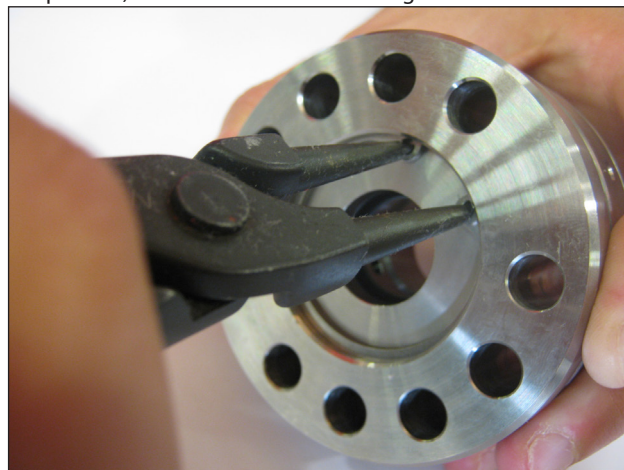
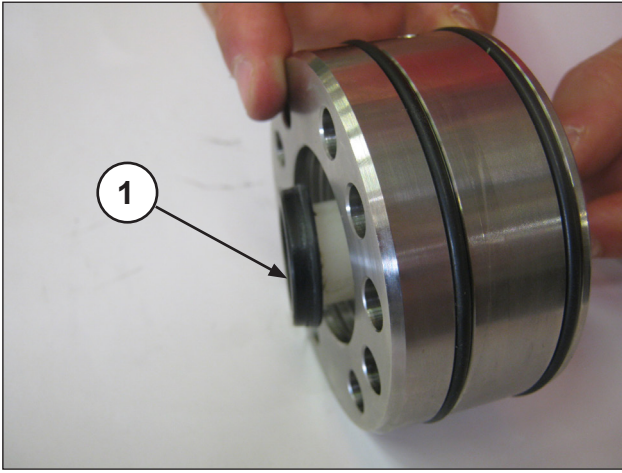

Fig. 126
Fig. 127
- Remova o anel elástico e o anel de retenção dos vedantes, conforme indicado na Fig. 126, e com um pino adequado em material plástico, extraia o vedante de LP (baixa pressão) ① conforme indicado na Fig. 127.